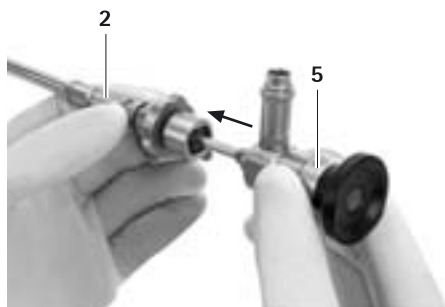

Fig. 2
- Introdurre l'endoscopio MINOP TREND 5 in direzione assiale nello stelo di aspirazione/irrigazione MINOP TREND 2, assicurandosi che la chiusura dello stelo di aspirazione/irrigazione MINOP TREND 2 sia aperta e che il perno si inserisca nella scanalatura della baionetta dell'endoscopio MINOP TREND 5, vedere Fig. 2.